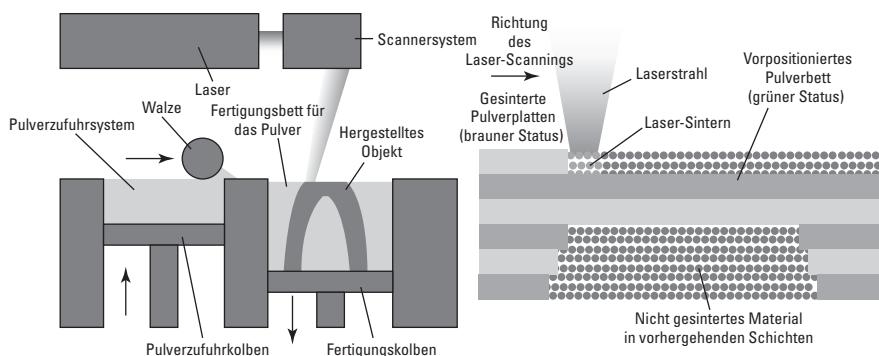

Abbildung 2.7: Sintern des Pulvers mit einem Laser
- ✓ indem das Granulat *gesintert* wird (Verbindung der Pulver, indem sie bis über ihren Schmelzpunkt erhitzt werden), wie in Abbildung 2.7 gezeigt